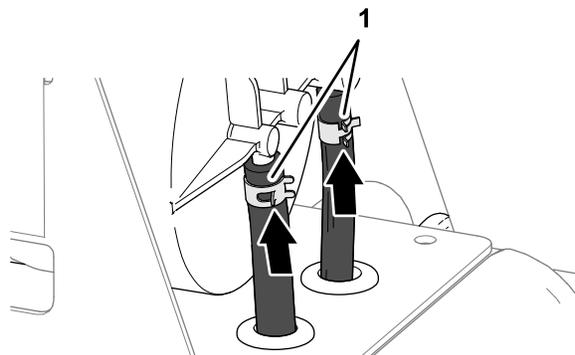

Figura 86
4. Fixe os tubos aos encaixes com as braçadeiras (**Figura 86**).